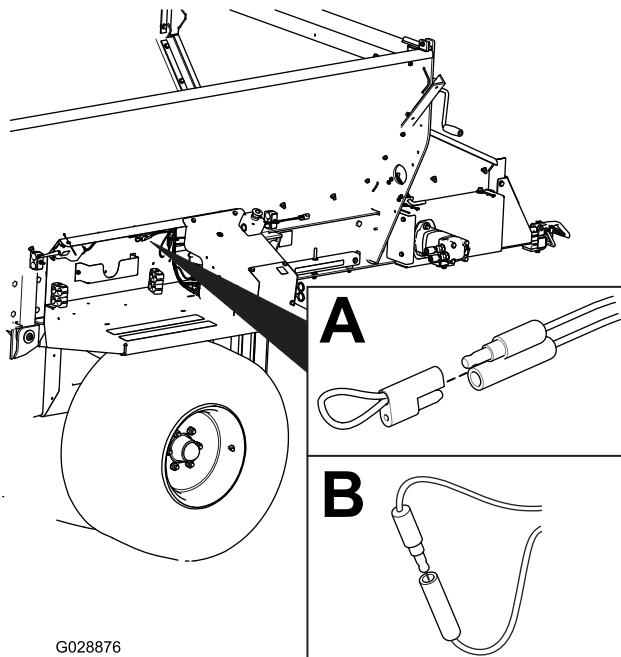

Bild 32
2. Ziehen Sie die unverlierbare Kappe der zwei Diagnostik-Shuntstecker ab (Bild 32, A).
3. Stecken Sie die Diagnostik-Shuntstecker zusammen (Bild 32, B).
2. Schließen Sie die Diagnostik-Shuntstecker ab (Bild 32, B).
3. Drücken Sie die unverlierbare Kappe auf die zwei Diagnostik-Shuntstecker (Bild 32, A).